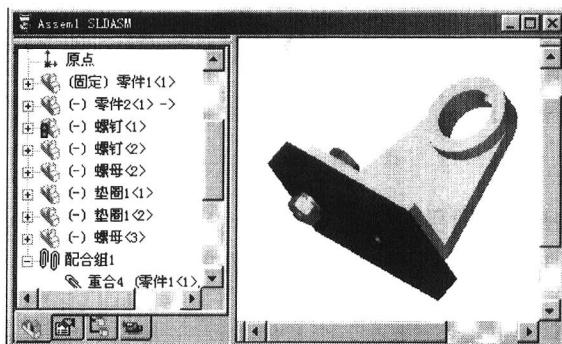

图 1-20 零件配合（一）
(14) 用同样的方法可以按照装配顺序依次装入垫圈、螺母，结果如图 1-20 所示。